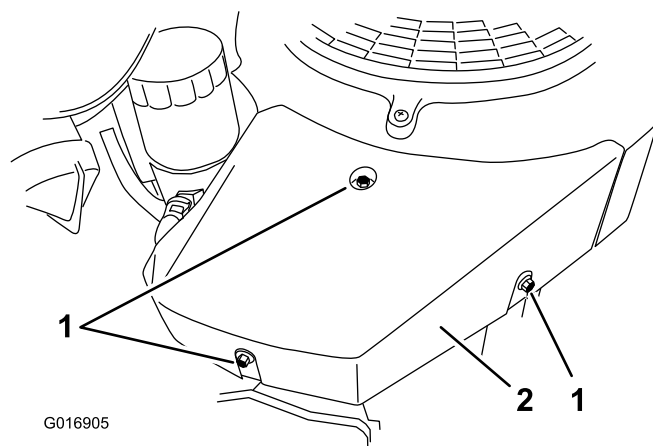

Figure 77
3. Déposez le carénage de droite en retirant la vis de fixation supérieure et en desserrant les deux vis latérales (Figure 77).
4. Retirez la vis de fixation supérieure et desserrez les deux vis latérales sur le carénage de gauche (Figure 77).